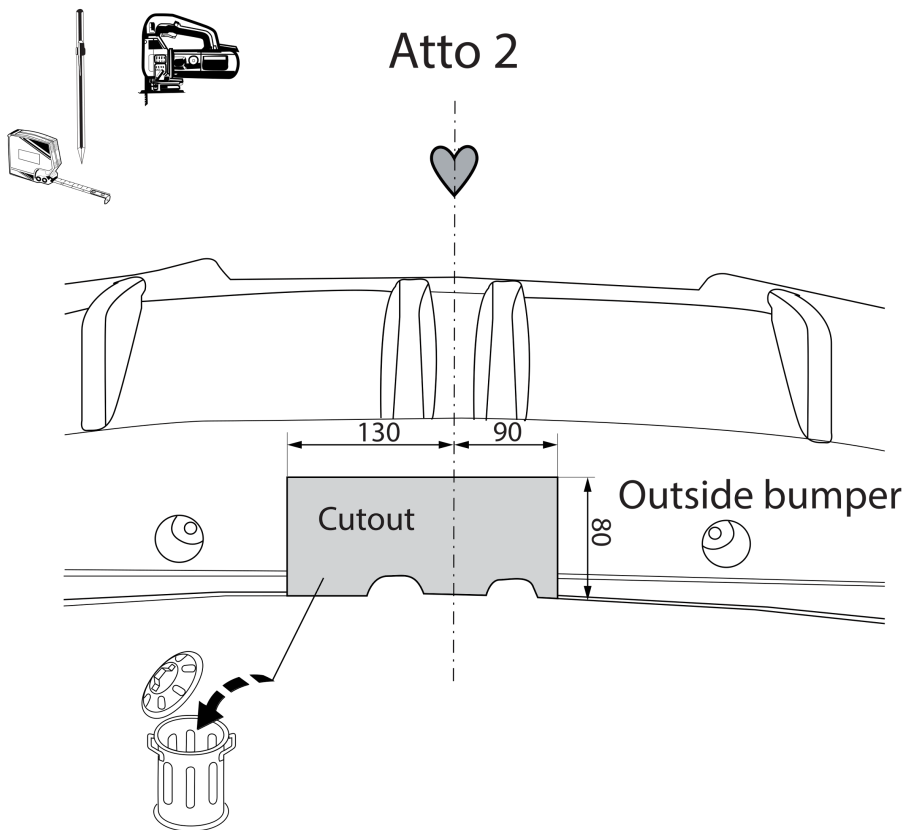

Fig. 4
7. Выпилить обозначенную часть, как указано на рис. 4,5, & 6.